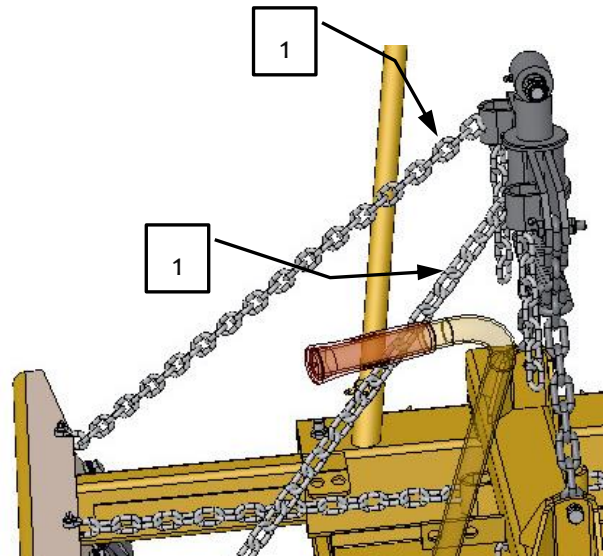

Bild 7
Die beiden Anstellwinkel-Ketten (1) an den oberen Enden von der Ketten-Aufhängung in die gewünschte Neigungsposition der HVZ-LIGHT einhängen (Bild 7)